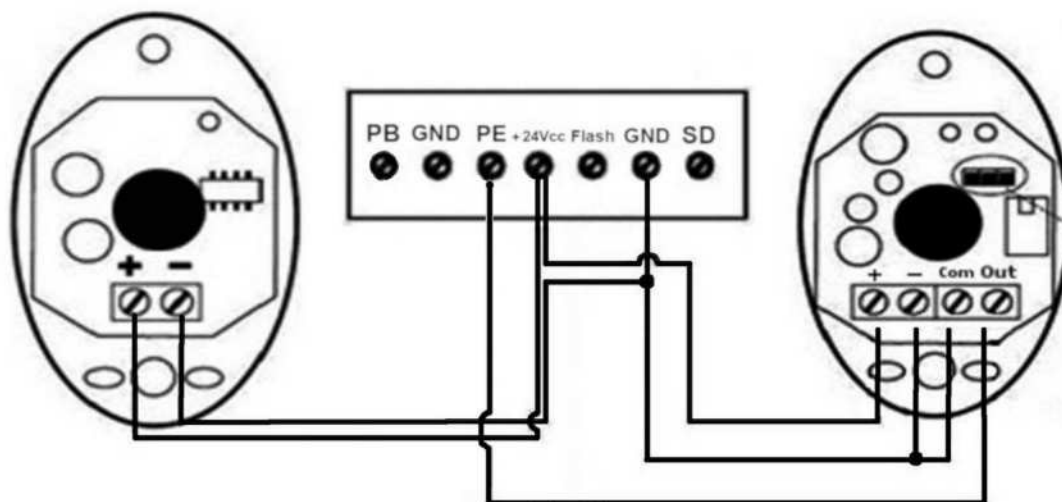

Fig.61
Las fotoceldas infrarrojas utilizan el contacto normalmente cerrado y debe estar conectado como se indica en la Fig.61 y Fig.62.
9.4.-Conexión de las Fotoceldas (Opcional), (Fig.61)